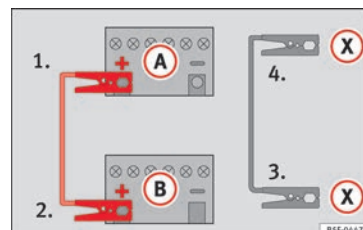

Fig. 70 Esquema de conexión para vehículos con sistema Start-Stop.
- *En los vehículos con sistema Start-Stop:* emborne un extremo del cable *negro* de emergencia (X) a un terminal de masa adecuado, a una pieza de metal maciza que vaya atornillada al bloque motor o al mismo bloque motor » fig. 70.
5. Emborne el otro extremo del cable *negro* de emergencia (X), en el vehículo con la batería descargada, a una pieza de metal maciza que vaya atornillada al bloque motor o al mismo bloque motor pero lo más alejado posible de la batería (A).